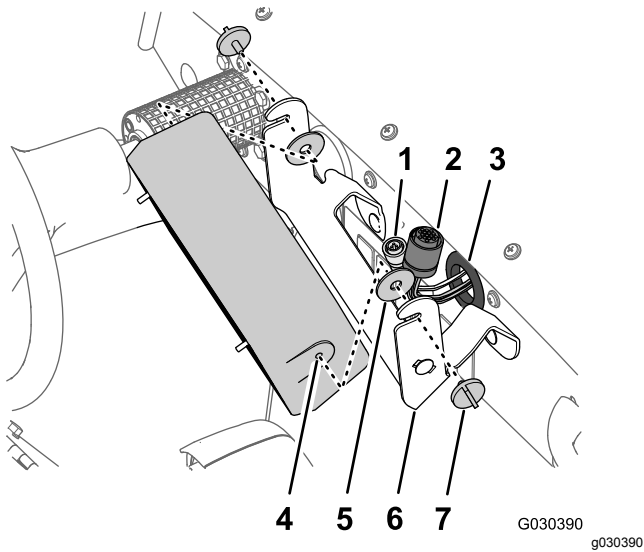

图 6
- 取下控制台两侧的旋钮图 6。
- 从支撑托架中拆下控制台和 2 个橡胶垫圈图 6。
- 将线束、3 插槽接头和 16 插槽接头穿过仪表的套环图 6。